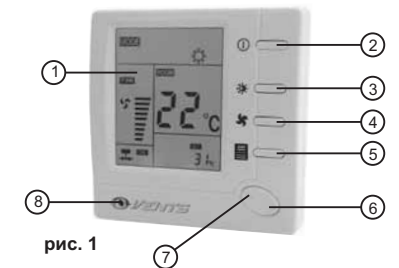
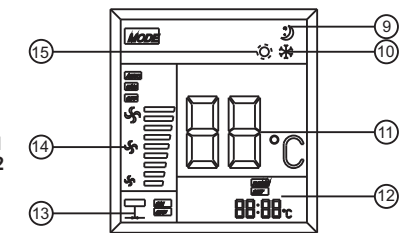

рис. 1
рис. 2
лицевая панель (рис.1)
дисплей (рис.2):
Нажмите кнопку выбора скорости вентилятора. На дисплее отобразится один из знаков (14 на рис.2) или AUTO. Это означает, что вентилятор будет вращаться на скорости HI (высокая), MED (средняя), LOW (низкая) или AUTO (автоматический режим).
Установите кнопкой выбора режимов работу в режиме нагрева (знак 15 на рис.2).
Установите кнопкой выбора режимов работу в режиме охлаждения (знак 10 на рис.2).
Нажмите кнопку перехода в «ночной» режим (5 на рис.1). Появляется символ «ночного» режима (9 на рис.2). Данный режим будет активен в течение 8 часов, при этом терморегулятор будет контролировать нагрев или охлаждение согласно графику приведенному ниже. Снова нажмите кнопку перехода в «ночной» режим, соответствующий символ исчезнет, что означает отмену работы в «ночном» режиме.
Выключите терморегулятор нажав на кнопку питания затем нажмите и удерживайте кнопку «ночного» режима (5, рис.1) не менее 4 секунд до того, пока не засветится дисплей. Это означает, что вы вошли в первый пункт настройки режима управления меню. Всего имеется 4 таких пункта что соответственно отображается на дисплее. Выбор соответствующего пункта меню определяется нажатием кнопки (5). В каждом пункте для изменения настроек воспользуйтесь кнопкой "+" или "-". Для выхода из меню и возврата в обычный режим работы, выключите терморегулятор, нажав на кнопку питания и снова его включите.